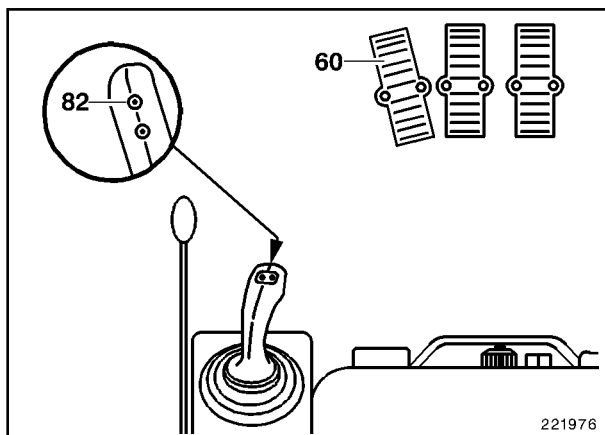

Fig. 2
- Poner la punta del cincel en la superficie a mecanizar, después activar el martillo con la tecla (82, Fig. 2).